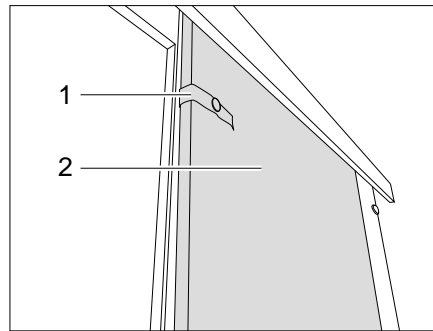

Bild 224 Schiebetür
- Das mit Sicherungsband (Bild 224,1) lösen.
- Schiebetür (Bild 224,2) in Schließstellung ziehen.
- Schiebetür (Bild 224,2) in die Öffnungsposition führen.
- Schiebetür mit dem Sicherungsband (Bild 224,1) befestigen.